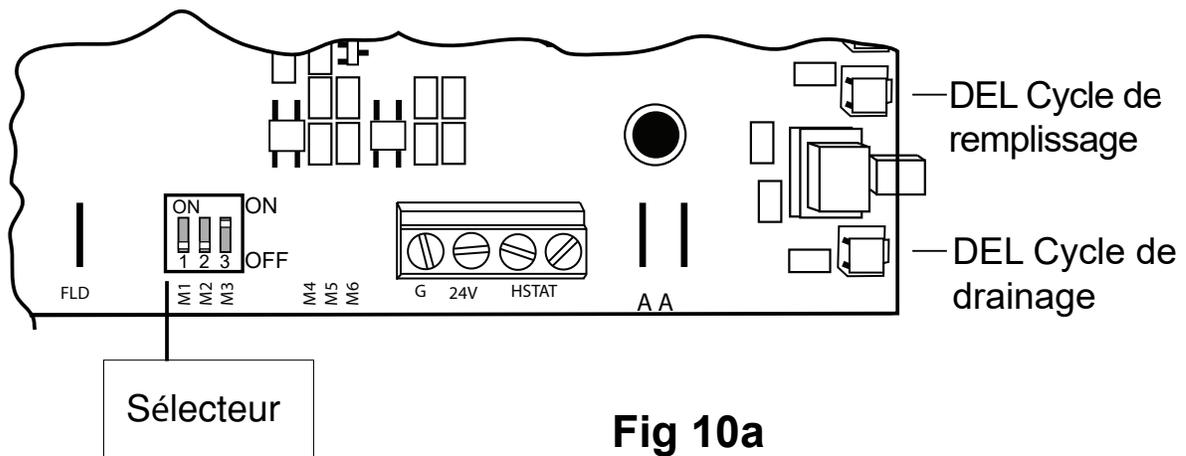

Fig 10a
10.5 Le sélecteur, localisé au bas du circuit électronique (Voir Fig. 10a), est préfixé selon la capacité (kW) des éléments utilisés dans l'humidificateur.